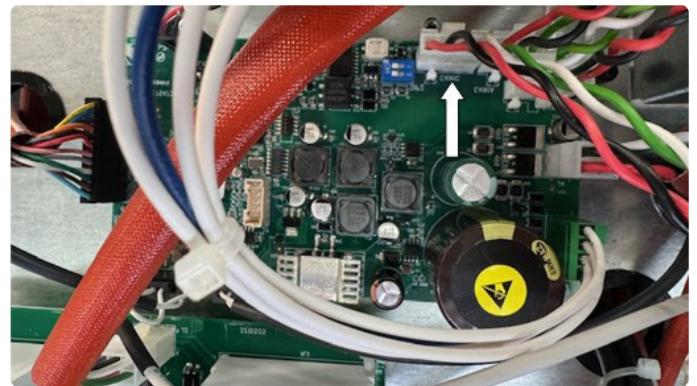

Fig. 6
- ◆ Collegare il connettore 4-poli all'estremità opposta della connessione 5587505 (pos.3) al connettore CAN1C del circuito di controllo 5602685 posizionato sopra il tunnel come mostrato in Fig.6;